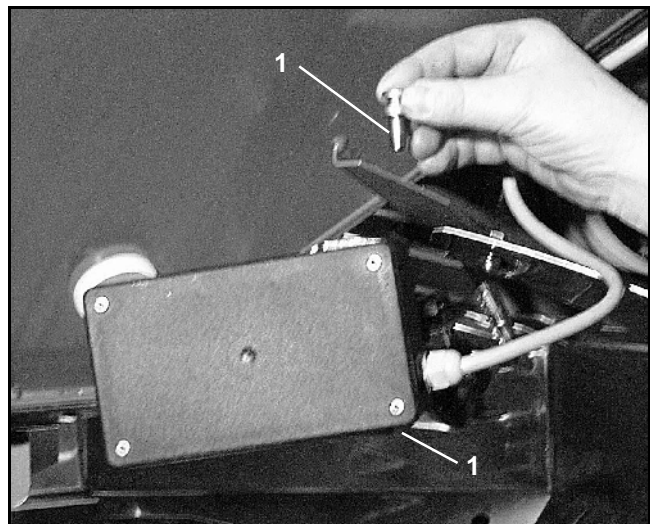

Fig. 6
- Sacar ambos pernos de articulación (Fig. 6/1).